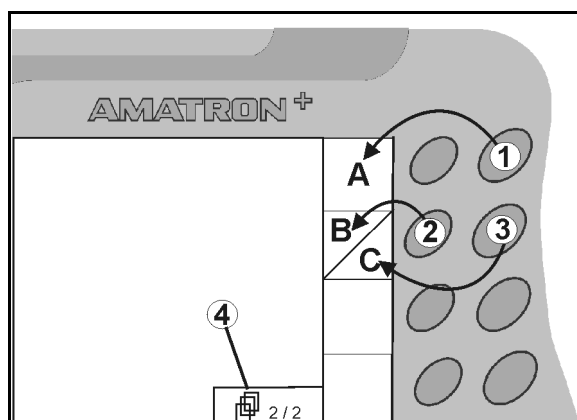

Рис. 8
- Для отображаемых на дисплее квадратных полей назначена только правая кнопка (Рис. 8/1) функционального поля (Рис. 8/A).
- левая кнопка (Рис. 8/2) относится к верхней левой части функционального поля (Рис. 8/B).
- правая кнопка (Рис. 8/3) относится к нижней правой части функционального поля (Рис. 8/C).
<ul style="list-style-type: none"> • Переход к следующим пунктам данного меню (возможен только при появлении на дисплее символа (Рис. 8/4)). • Вызов меню «Справка» возможен только из главного меню (см. стр. 17).